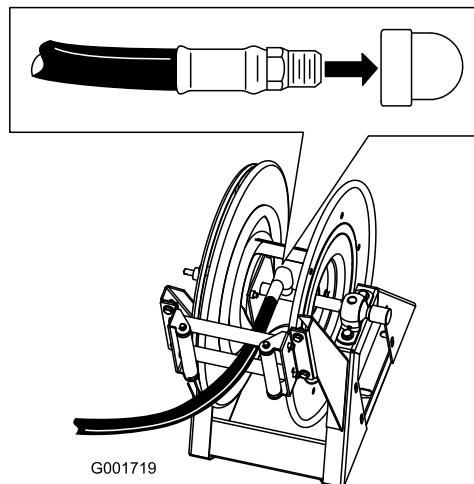

Bild 14
1. Wickeln Sie Teflon®-Band um das Gewinde am Schlauchanschlussstück am langen Schlauch und befestigen Sie das Anschlussstück am Verbindungsrohr an der Trommel (Bild 14).